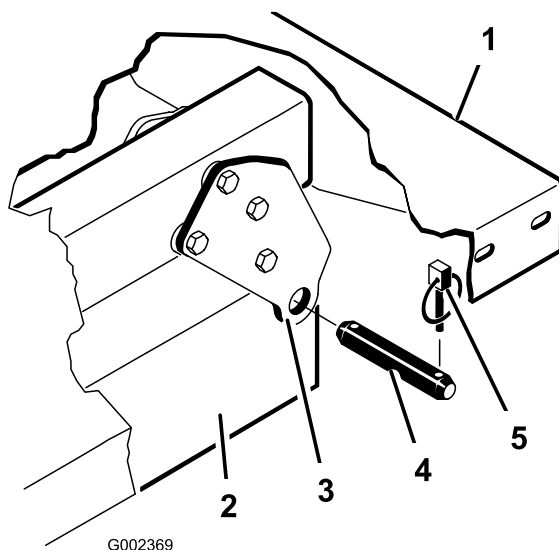

Figure 4
6. Enlevez les goupilles à anneau et les axes de chape qui fixent les supports de pivot du plateau aux profilés du cadre de la machine (Figure 4).